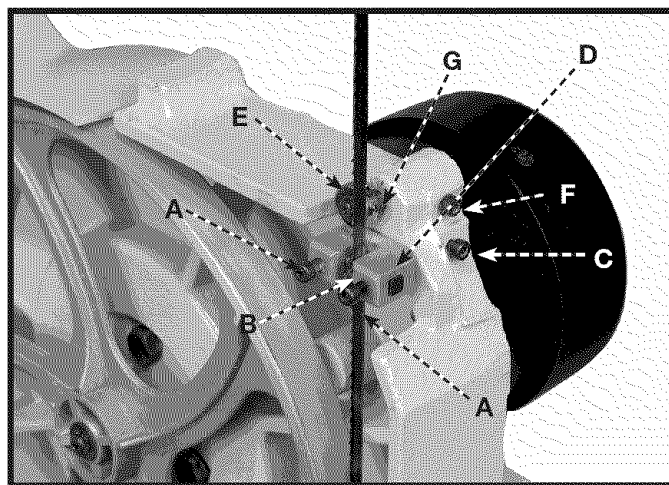
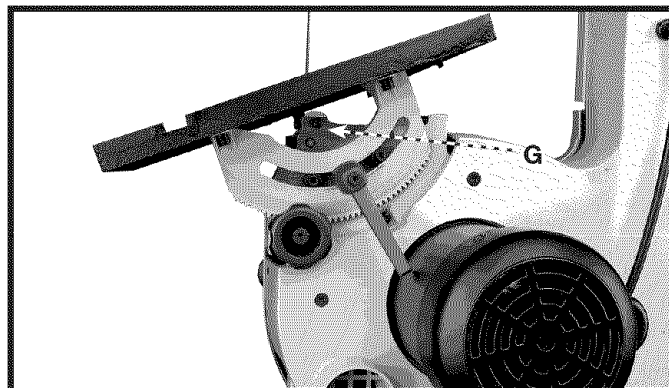

Fig. 29
Fig. 30
1. Desserrer les deux vis (A) fig. 29, et déplacer les guides (B) aussi près que possible des côtés de la lame. Prendre soin de ne pas pincer la lame. Resserrer les deux vis (A). **REMARQUE** : à la fig. 29, la table a été retirée pour plus de clarté.
2. Le bord avant des guides de la lame (B) fig. 29, devrait être réglé de sorte qu'il soit juste derrière les « gorges » des dents de lame. Desserrer la vis (C) et déplacer l'ensemble (D) vers l'intérieur ou l'extérieur au besoin. Resserrer la vis (C).
3. Le roulement d'appui inférieur (E) fig. 29, empêche que la lame de scie soit poussée trop loin lors de la coupe. Le roulement d'appui doit être réglé environ à 0,8 mm (1/32 po) derrière la lame. Desserrer la vis (F) fig. 29, et déplacer l'arbre de roulement (G) vers l'intérieur ou l'extérieur au besoin. Resserrer la vis (F).
4. Le roulement d'appui inférieur (E) fig. 29, devrait également être réglé de sorte que la lame chevauche le diamètre externe du roulement d'environ 3,2 mm (1/8 po). Le roulement d'appui de la lame (E) est réglé sur un arbre à excentrique. Pour modifier la position du roulement (E), desserrer la vis (F) fig. 29, et tourner l'arbre (G) fig. 30, jusqu'à ce que la lame chevauche correctement le roulement d'appui. Resserrer la vis (F) fig. 29.